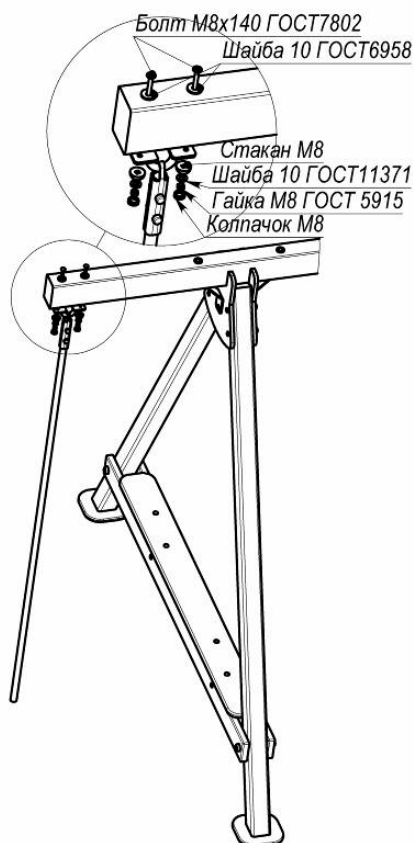

Рисунок 10 «Розміщення канату»
13) Також до балки закріпити канат для лазіння разом із кронштейном (рис.10):